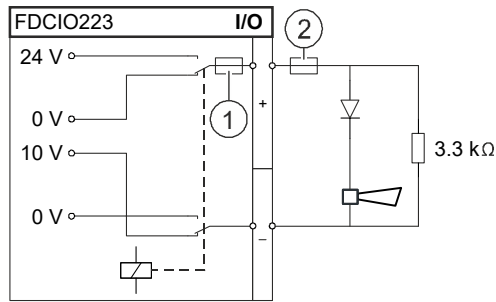

Fig. 9
- Fig. 9 Control line featuring reversed-polarity monitoring
- Fig. 9 Steuerlinie mit gegenpoliger Überwachung
- Fig. 9 Ligne de commande avec surveillance de pôles opposés
- Fig. 9 Línea de mando con monitorización de polaridad inversa
- Fig. 9 Linea di comando con monitoraggio caratterizzato dalla polarità opposta